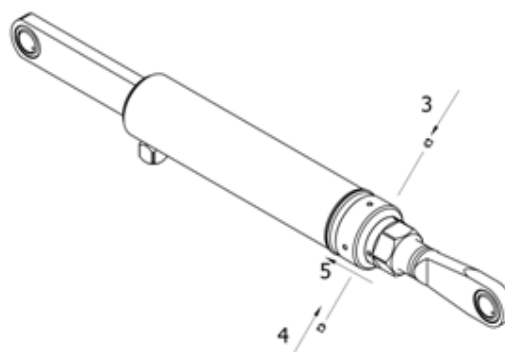

Bild 43. Anslag och dess låsskruv
2. Vippra ner bryggan och mät vinkeln (pos. 5, Bild 43). Justera till max 10°.
5. Drag fast låsskruven i anslaget (5). Se Bild 43. Zepro rekommenderar att låsa skruvrna med Loctite 243 eller motsvarande.